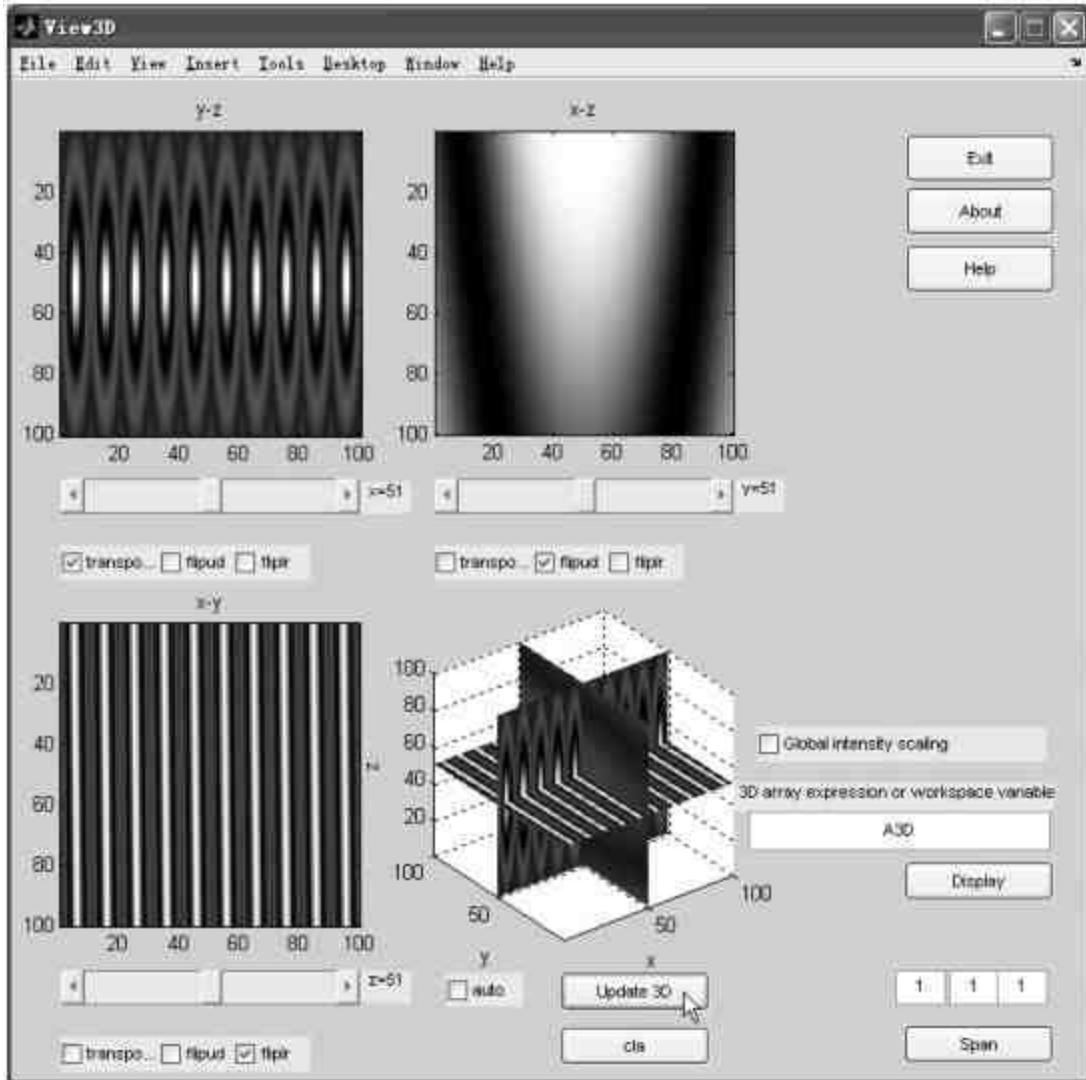

图17.1 完成的GUI对象
**例17.1** 编写一个关于图形三维显示的GUI，完成后的GUI如图17.1所示。